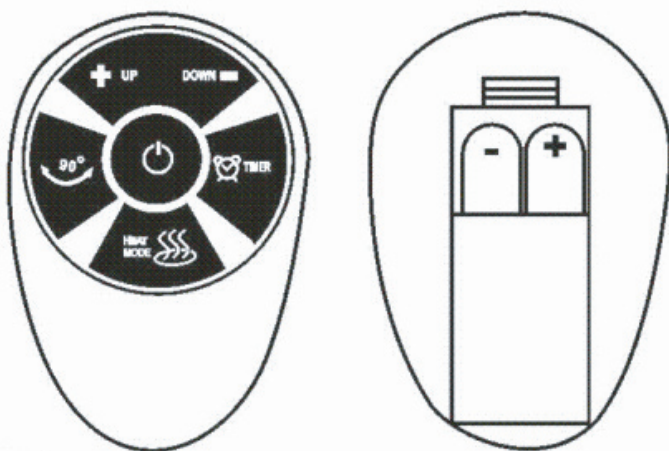

Рис. 4
5.8. Дистанційне управління (Рис. 4).
Для забезпечення роботи ПДУ встановіть в нього дві батарейки типу “AAA” (LR03), як показано на Рис. 4.